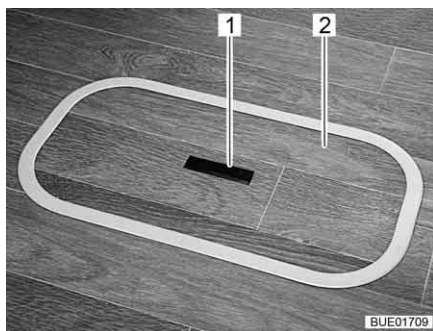
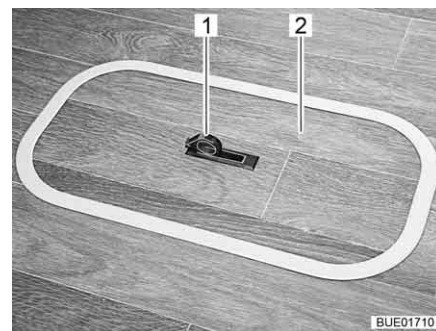

Fig. 48 Cubierta del compartimiento del fondo (tirador hundido)
Fig. 49 Cubierta del compartimiento del fondo (tirador girado hacia fuera)
- Presionar hacia abajo un lado de la placa de agarre (Fig. 48,1). El tirador (Fig. 49,1) girará hacia arriba.
- Quitar la cubierta (Fig. 48,2 ó bien Fig. 49,2) hacia arriba.